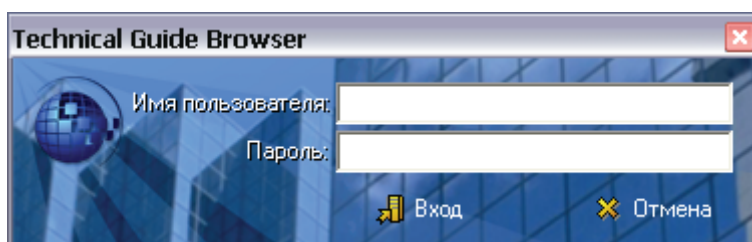

Рис. 3.121
1. В папке с защищенной публикацией запустите файл TGBrowser.exe. После этого откроется окно входа в TG Browser (Рис. 3.121).